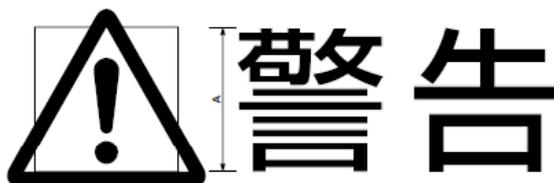

図2
- 一般注意図記号を「危険・警告・注意」と組合わせて使う場合の文字高さは、基本正方形の一辺と同じA寸法とし、位置は基本正方形に合わせる。(図2)